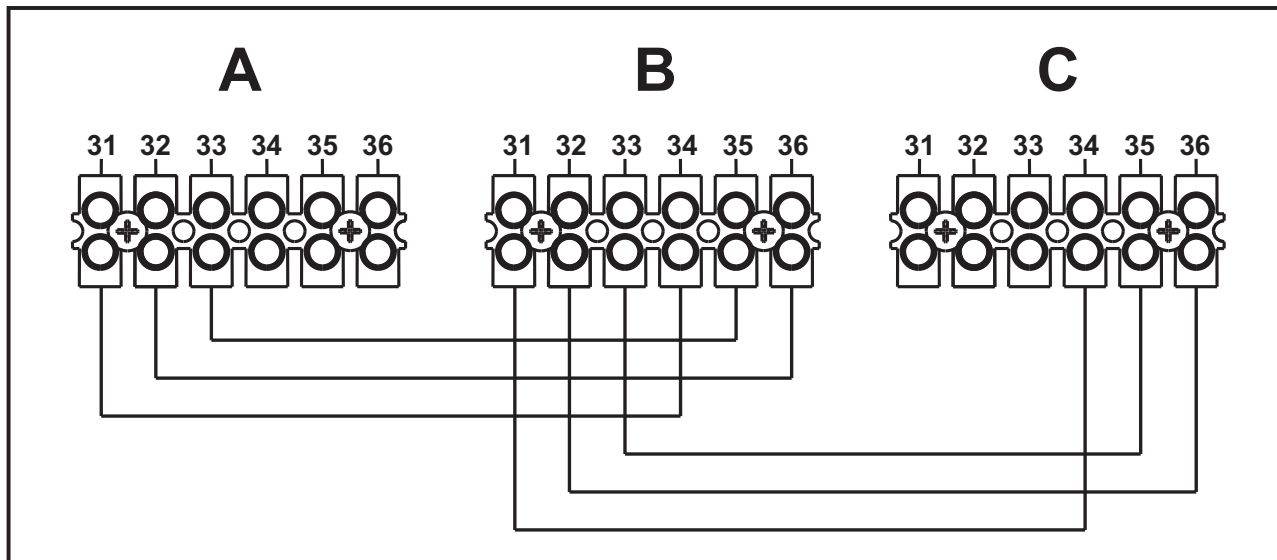

fig. 56- Conectare în cascadă
1. Conectați modulele așa cum se arată în fig. 56 (**exemplu cu 3 module**)
Dacă acest lucru nu se întâmplă, întrerupeți alimentarea cu electricitate și controlați cablajul din fig. 56.